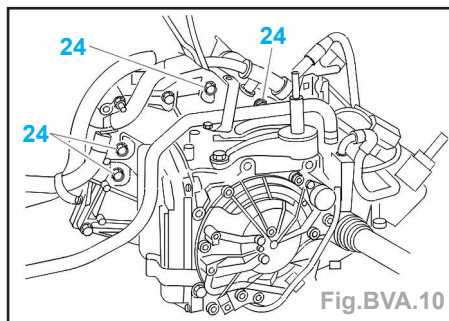

Fig. BVA.10
- Déposer les vis (24) (Fig. BVA.10).